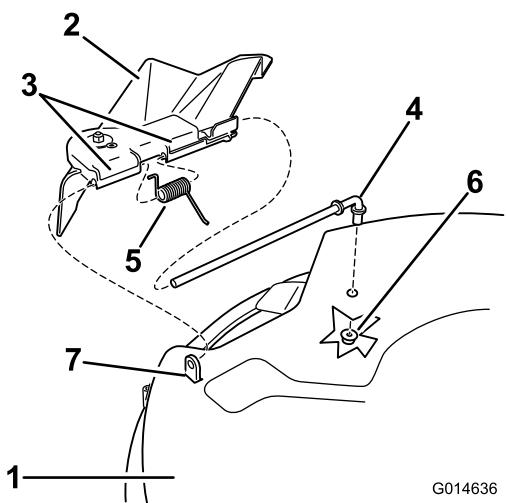

Figura 61
1. Retire la tuerca (3/8") de la varilla (debajo del cortacésped) (Figura 61).
2. Retire la varilla del espaciador corto, del muelle y del deflector de hierba (Figura 61).
4. Vuelva a colocar el deflector de hierba (Figura 61).
7. Deslice la varilla por el segundo soporte del deflector de hierba (Figura 61).
9. Sujete el extremo trasero de la varilla al cortacésped con una tuerca (3/8"), según se muestra en Figura 61.